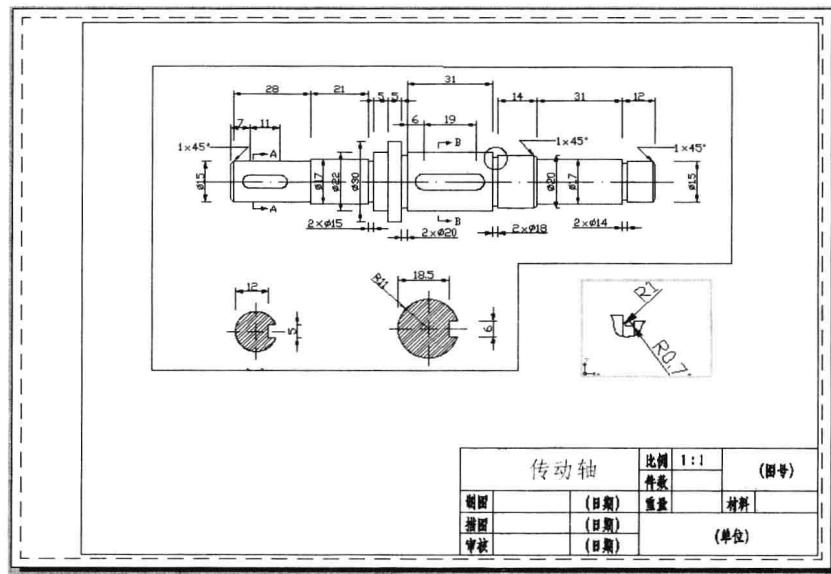

图 10-2-7
(12) 在状态栏中单击“平移”按钮 \diamond ，将局部放大图形显示在矩形视口内，如图 10-2-7 所示。此时我们在布局选项卡上看到两个视口，并且由于它们的视图显示比例不同，两个视口内部显示的标注尺寸文字、箭头大小也不同。